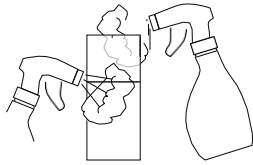

Bild 3: Zylinder einsprühen
- Benetzen Sie das Innere des Zylinders mit dem Desinfektionsmittel. Achten Sie besonders darauf, dass das Gewinde vollständig benetzt ist (**Bild 3**).